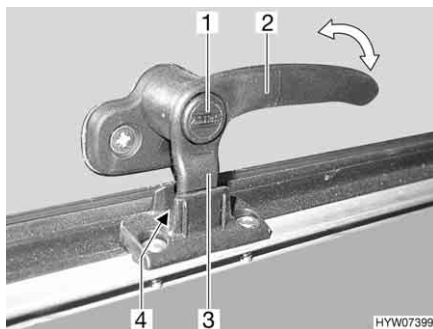
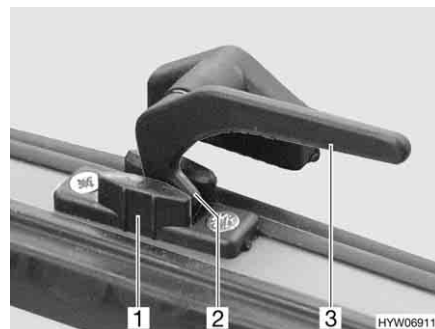

Bild 99 Låsarm med låsknapp i läget
Bild 100 Låsarm i läget "kontinuerlig
- I läget "kontinuerlig vädning" (Bild 99 och Bild 100)
- Tryck på låsknappen (Bild 99,1) om sådan finns och håll den nedtryckt.
- Vrid alla låsarmar (Bild 99,2 eller Bild 100,3) ett kvarts varv mot luckans mitt.
- Vrid tillbaka alla låsarmar. Därvid måste låsspaken (Bild 99,3 eller Bild 100,2) föras in i spåret på lucklåset (Bild 99,4 eller Bild 100,1).